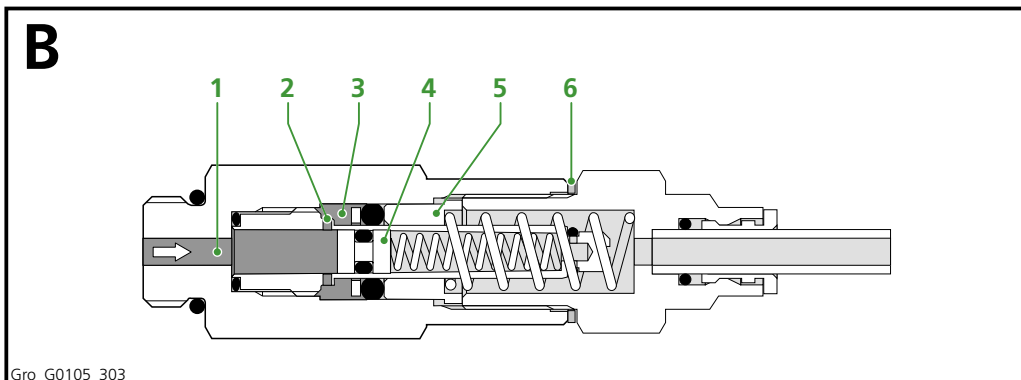

Abbildung 3.4 Phase B, Dosierer in Phase B
Die Fettpumpe pumpt das Fett in den Fettkanal (1) des Dosierers (Abbildung 3.4). Unter Einwirkung des Fettdrucks wird der Kolben (4) bis hinter den Kanal (2) gedrückt. Das Fett füllt jetzt die Kammer (3) und drückt den Kolben (5) nach rechts. Die Hublänge des Kolbens (5) bestimmt letztendlich die Fettmenge, die von der Fettleitung zur Schmierstelle gebracht wird. Diese Hublänge - und damit der Inhalt der Kammer (3) - hängt von der Gesamtdicke des Distanzrings bzw. der Distanzringge ab (6).